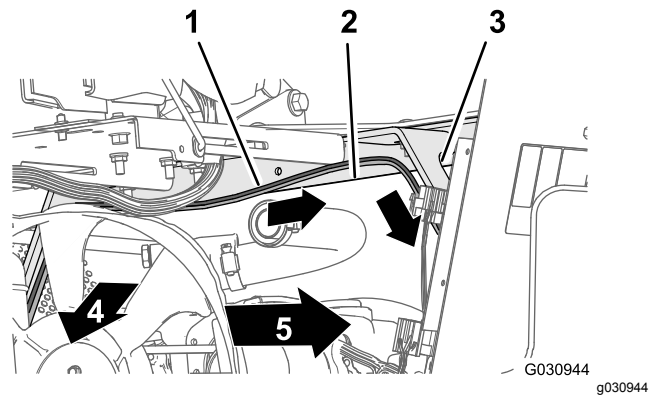

Bild 115
2. Verlegen Sie den 108-cm-Kabelbaumzweig über den Sitzkastenwinkel und nach unten entlang der linken Stütze für die Motorhaube (**Bild 115**).